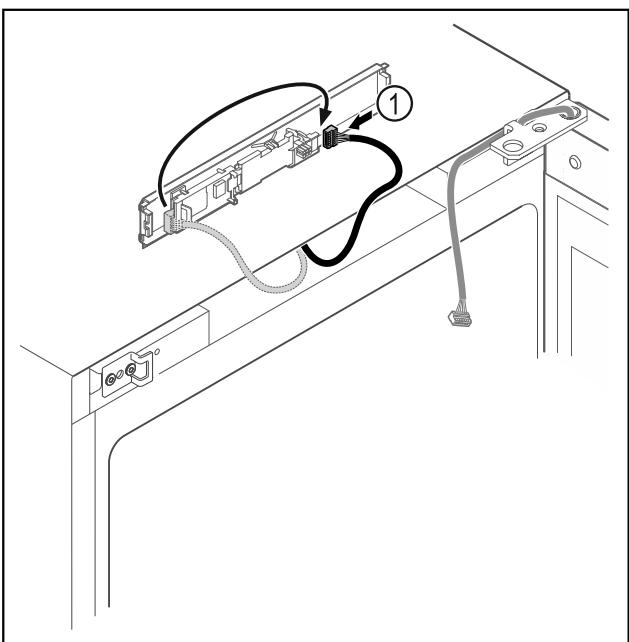

Fig. 17
► Переставьте штекер Fig. 17 (1) на панели.